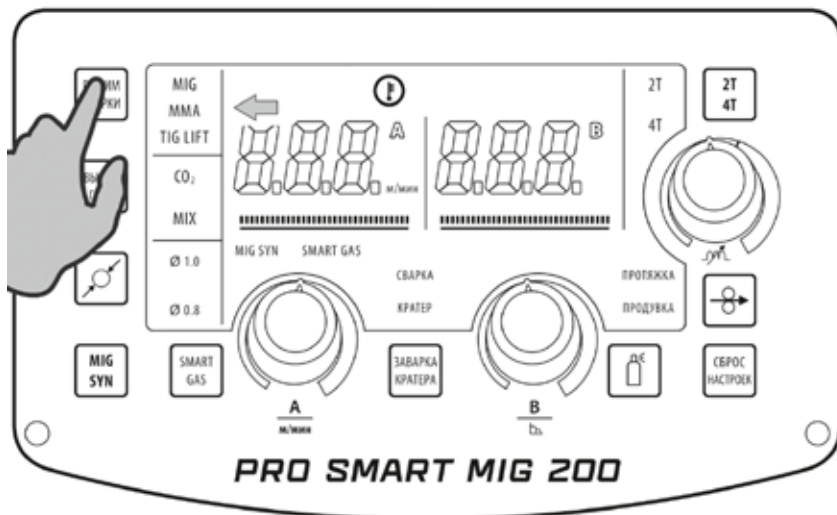

Рис. 10.1.1. Выбор способа сварки.
1. Перейдите в режим ММА (см. табл. 7.0.1, поз. 12) на передней панели сварочного аппарата (см. рис. 10.1.1).